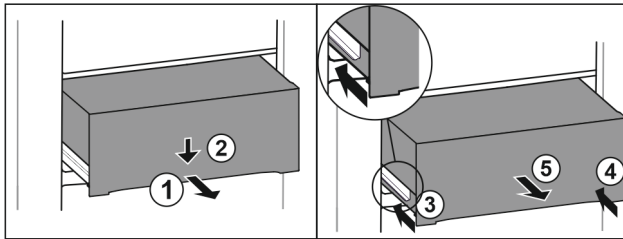

Fig. 149
- ▶ Витягніть ящик на половину. Fig. 149 (1)
- ▶ Спрямуйте висувний ящик вниз спереду. Fig. 149 (2)
- ▶ Вставте ліву рейку приблизно на 2 см. Fig. 149 (3)
- ▶ Вставте праву рейку приблизно на 2 см. Fig. 149 (4)
- ▶ Вийняти висувний ящик рухом вперед. Fig. 149 (5)